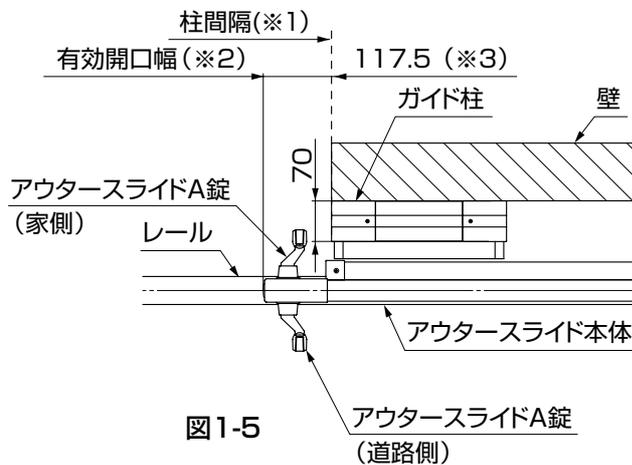

図1-5
- アウターライドA錠を使用する場合は、壁の位置を有効開口幅から117.5広げて施工してください。家側の把手が操作しづらくなったり、操作中に手を挟んで思わぬケガにつながる可能性があります。(※3) (図1-5参照)